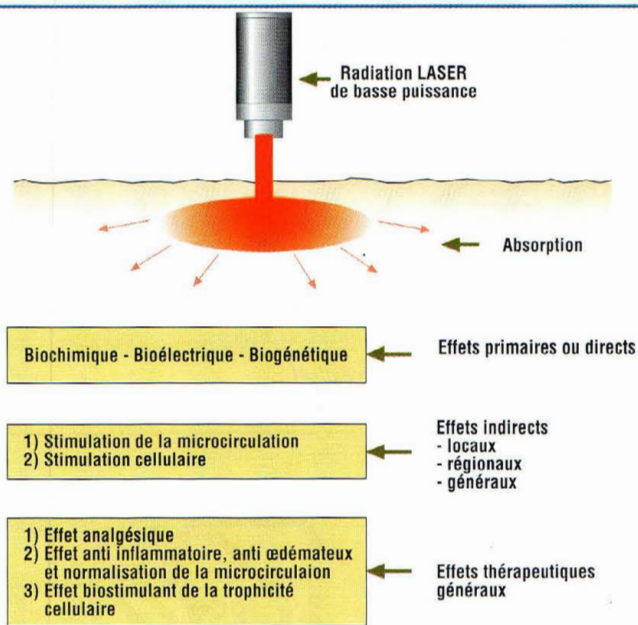

Fig.3 Effets générés par la radiation LASER dans les tissus cellulaires.
- 4. Transmission :** de l'énergie à la couche suivantes où ce cycle recommence (voir fig.3)